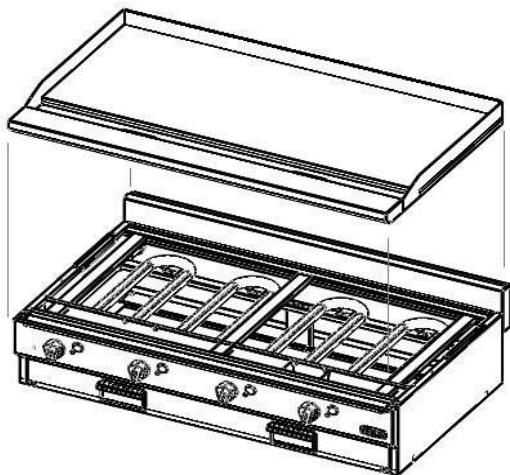

Fig. 1
1. Retire la plancha del equipo (Fig.1).